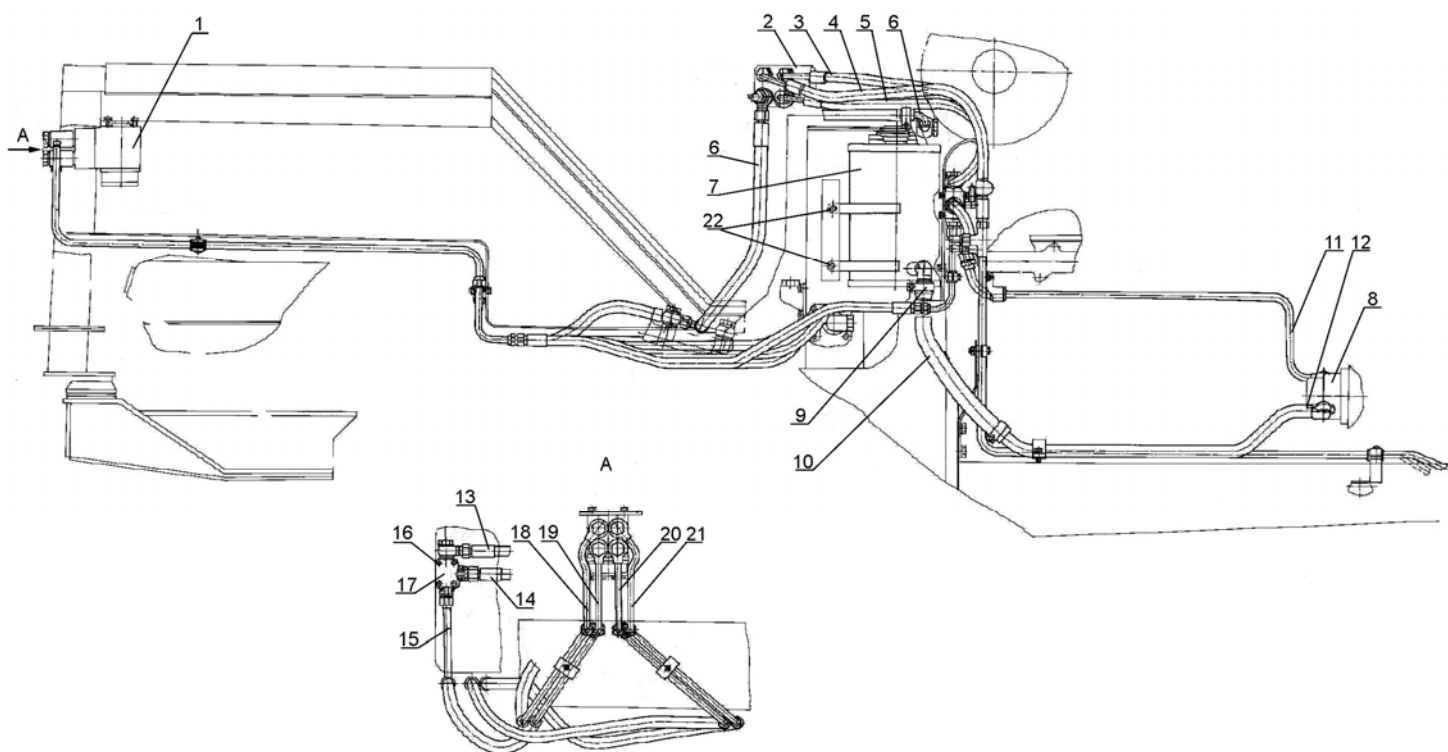

Рисунок 7.6
- а) отсоедините рукава высокого давления 3, 4, 5, 6 (рисунок 7.6);
- а) снимите кран реверса 17 (рисунок 7.6) с трактора, для чего: